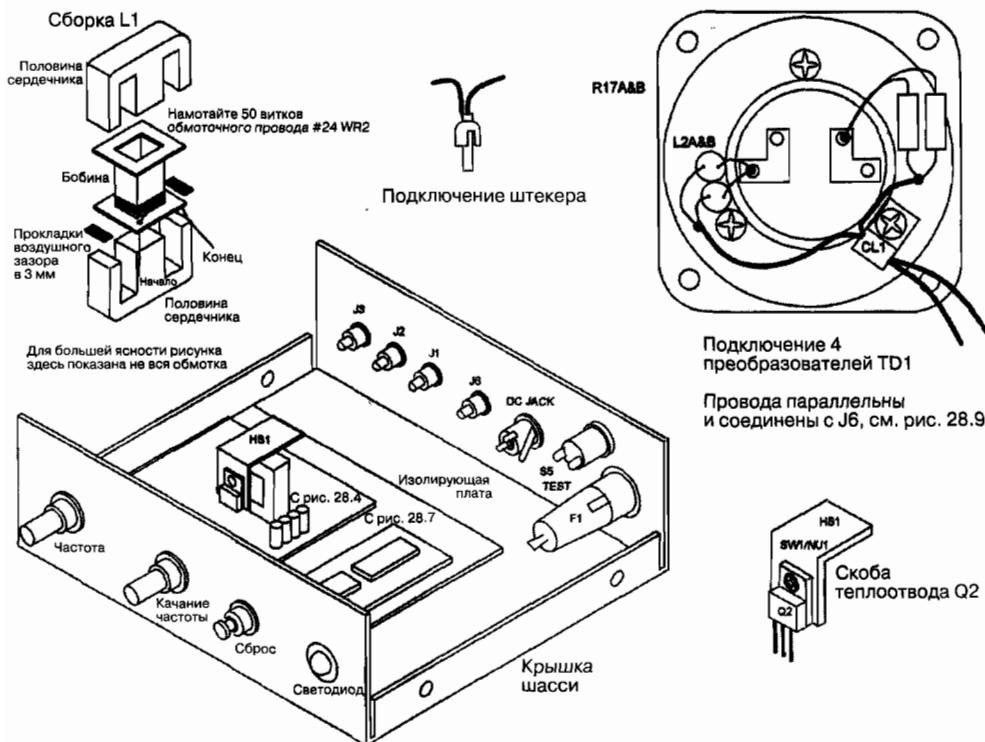

Рис. 28.8. Окончательная сборка устройства
- Соберите катушку L1, как показано ниже на рис. 28.8. Просверлите небольшое отверстие в бобине для начала обмотки и намотайте 50 витков обмоточного эмалированного провода #24 плотно и равномерно по длине бобины. Прикрепите обмотку с помощью ленты и оставьте по 5 см «начального» и «конечного» выводов. Соберите все детали, как показано, вставив половины сердечника в бобину, и поместите прокладки воздушного зазора между ними.
- Изготовьте теплоотвод HS1 в виде скобы для транзистора Q2 из алюминиевой полосы 1,9×5,08×0,16 см. Согните скобу посередине под углом 90° и просверлите отверстие для винта и гайки SW1/NU1 (см. рис. 28.8).
7. Подключите L2, L3, R17A и R17B к задней части преобразователей TD1~4 (см. рис. 28.8). Фиксация двух проводов к динамику выполняется с помощью небольшого зажима.
1. Изготовьте шасси из алюминиевой пластины размерами 15,24×17,78×0,16 см (см. рис. 28.8). Загните секции по краям по 3,81 см для формирования передней и задней панелей. Затем согните фланцы 1,27 см для установки крышки и крепления с помощью четырех винтов SW2. Расположение большинства отверстий для монтажа устройства неважно и их можно определять на глаз. Отверстия для R2 и R9 должны быть выверены для соответствия контактным площадкам на печатной плате PCB.